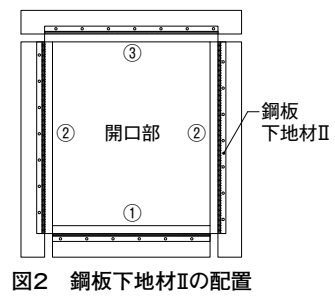

図2 鋼板下地材Ⅱの配置
- ▶ 鋼板下地材Ⅱはサッシ下→左右→上の順に取り付ける。採寸・切断後に、プチルテープのはく離紙を剥がし、サッシに貼り付ける。(図2参照)